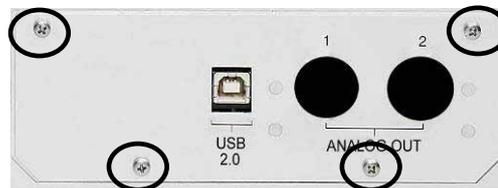

Abb. 9: Zu lösende Schrauben auf der Detektorrückwand
3. Lösen Sie die 4 in Abb. 9 markierten Schrauben auf der Detektorrückwand und nehmen Sie die Blende ab.
6. Schrauben Sie den Einschub mit den 4 Schrauben entsprechend Abb. 9 an der Detektorrückwand fest.